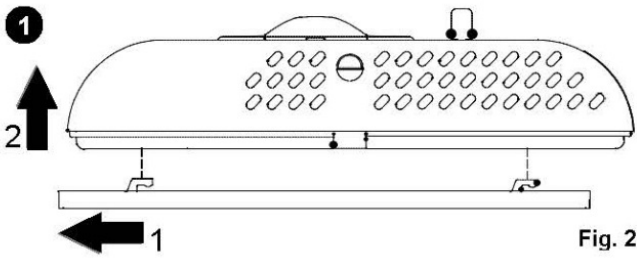

Fig. 2
Detta lossar enheten från snäppen (fig. 2).
- 5) Haka fast enheten mot bottenplattan och skjut den åt vänster så att den hakar fast (fig. 2).